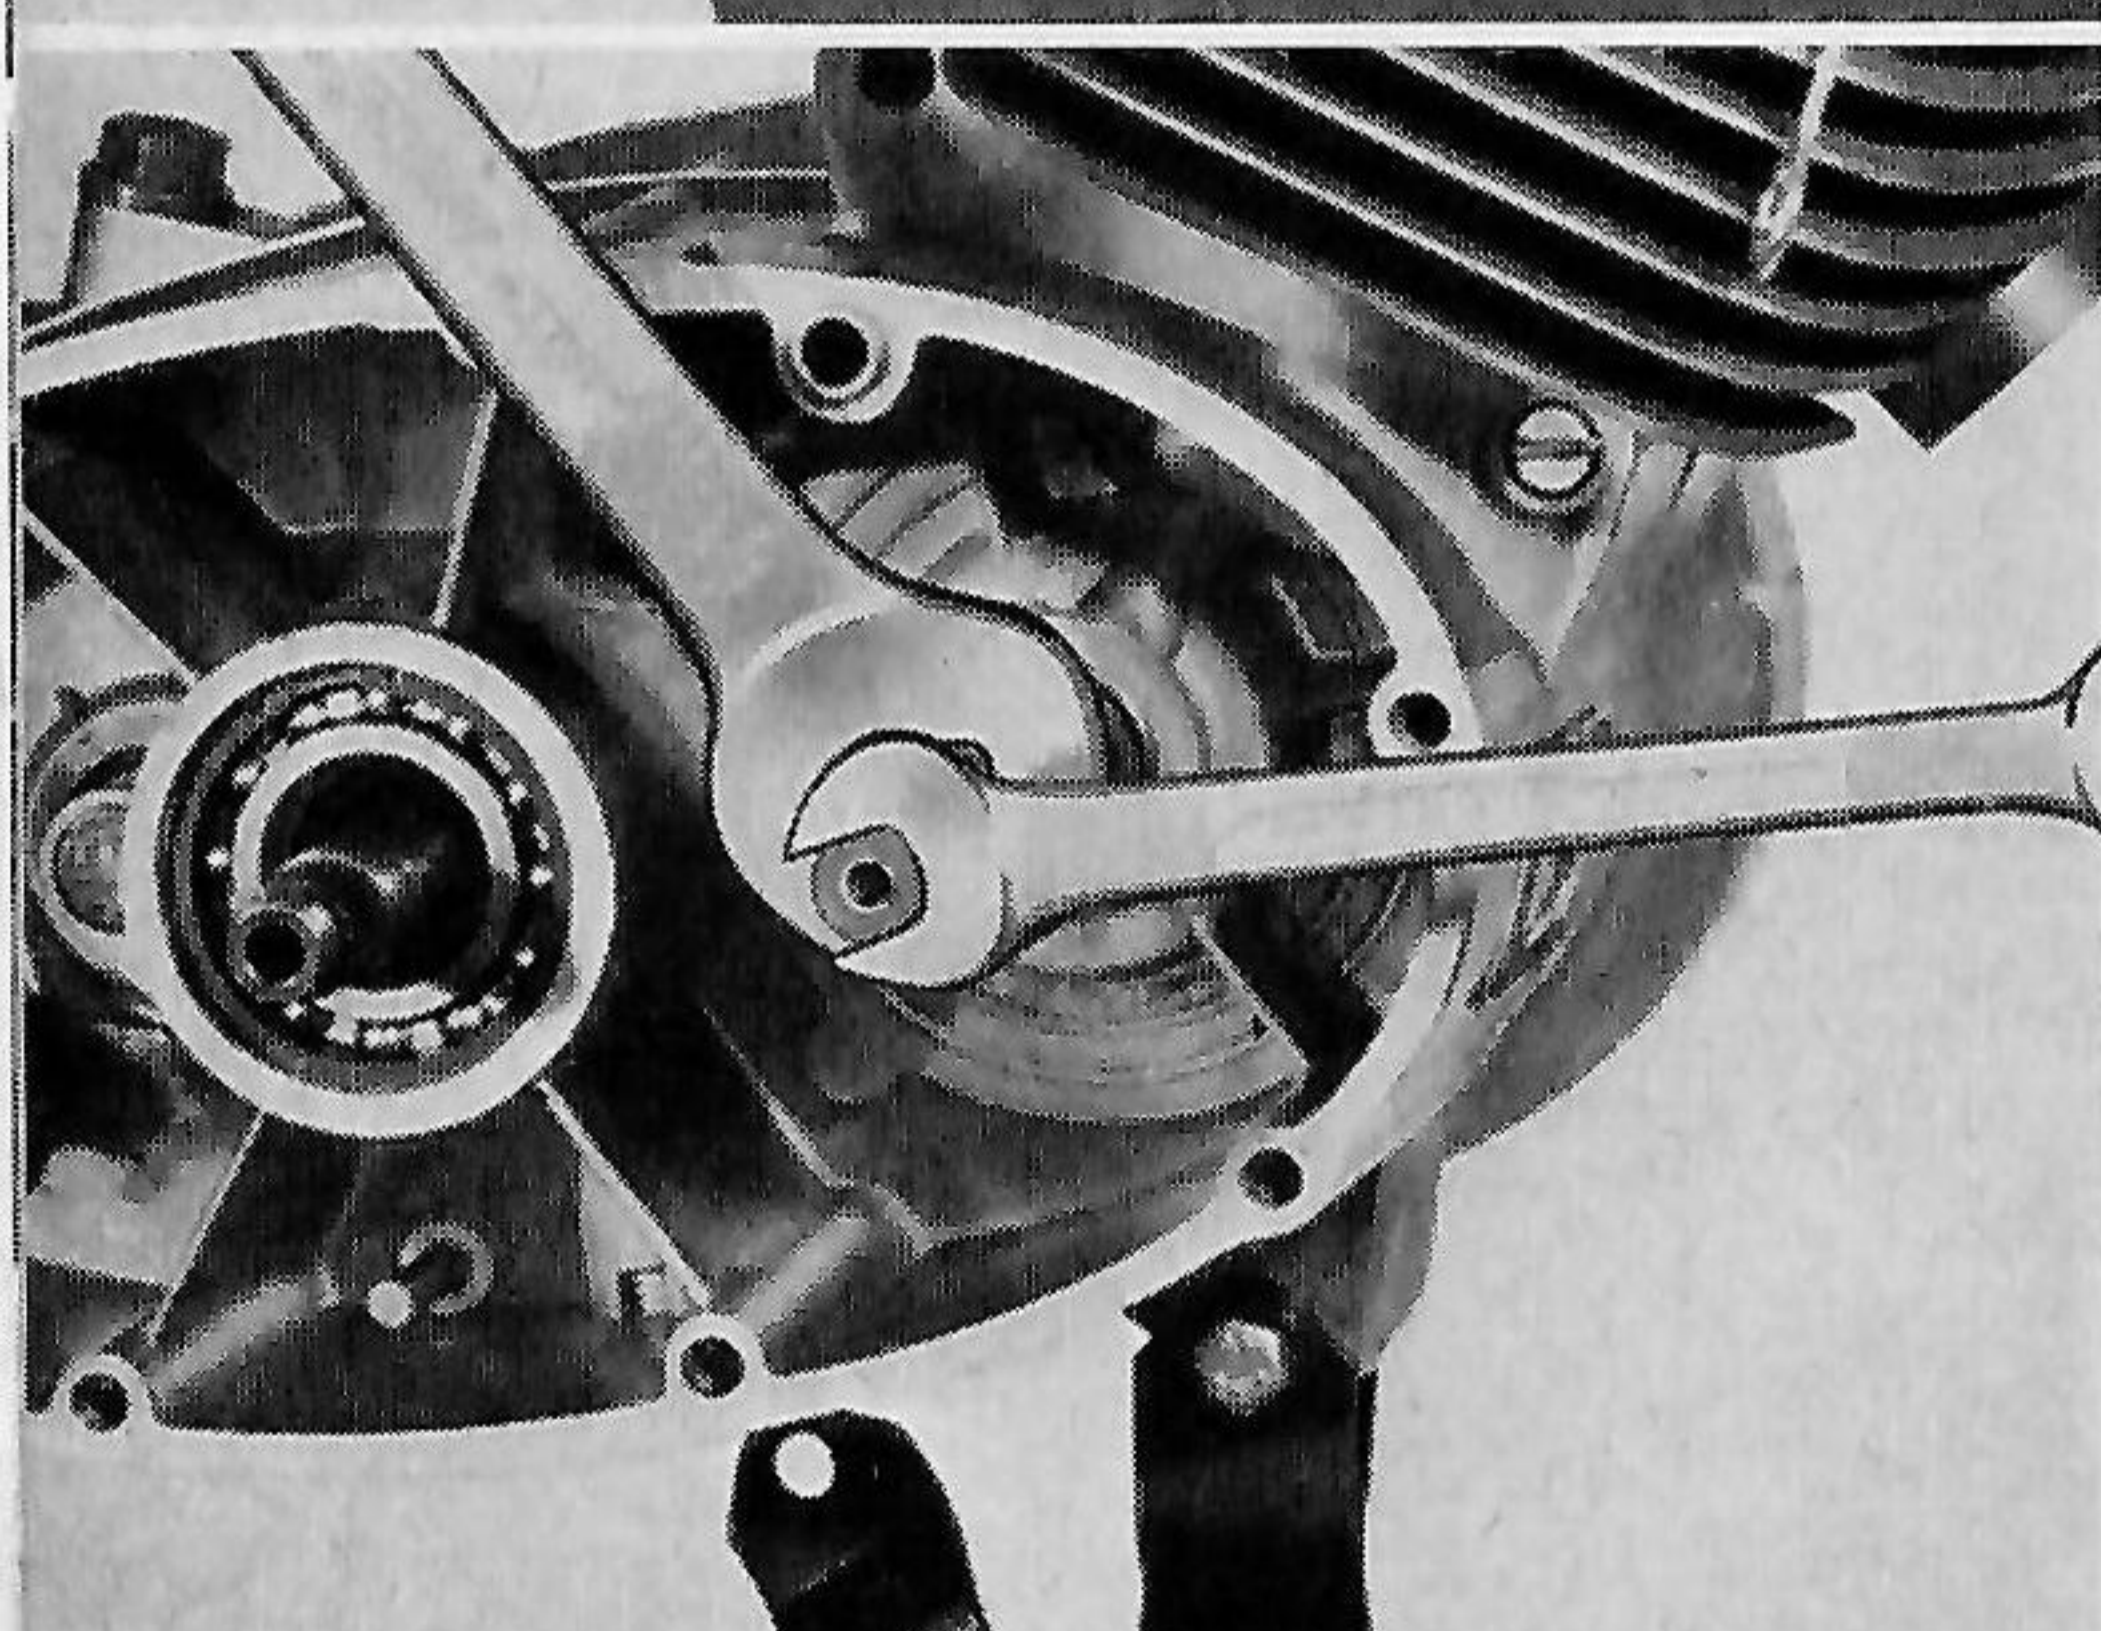

Bild 19
**Achtung!** Unter dem Zahnrad befinden sich zwei 5-mm-Kugeln (Bild 19).